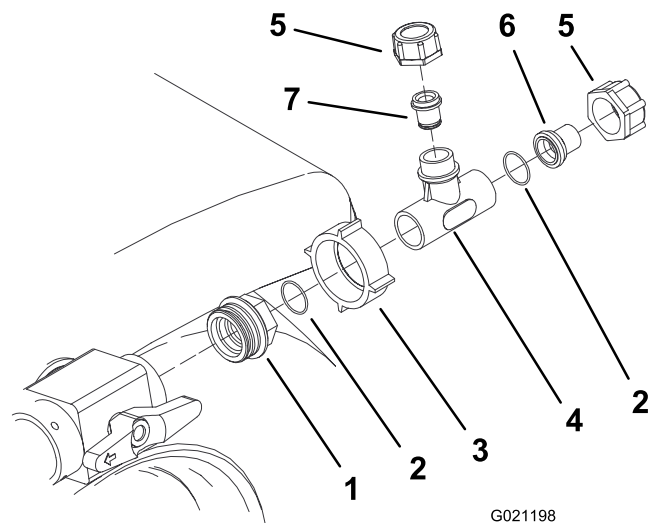

Figure 10
13. Branchez le grand côté adaptateur du raccord en T au distributeur de commande (Figure 10).
14. Tournez le grand écrou en plastique pour fixer le raccord en T au distributeur de commande (Figure 10).